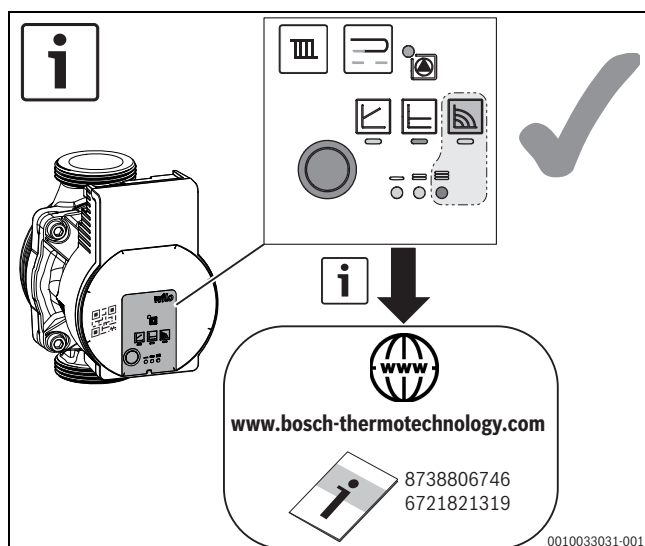

Fig. 11 Réglage de la pompe (exemple)
- ▶ Régler la pompe sur le niveau 3 (→fig. 11).